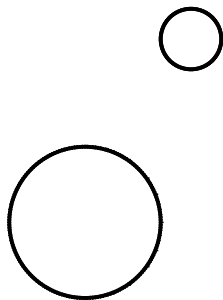

图 3-58 素材图形
- 01** 打开“第 3 章 /3.4.2 使用临时捕捉绘制公切线 .dwg”素材文件，素材图形如图 3-58 所示。